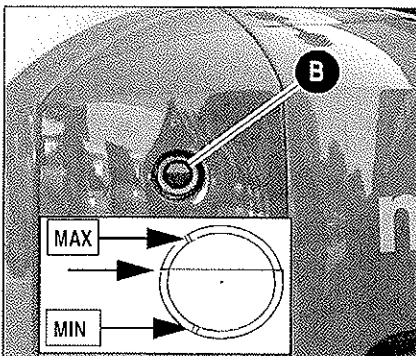

Fig. 100: Indicatore di livello sul serbatoio dell'olio idraulico
- Il livello dell'olio deve essere a ca. 1 cm sopra il centro tra le posizioni MIN e MAX, come indicato dalle frecce nella Fig. 100.